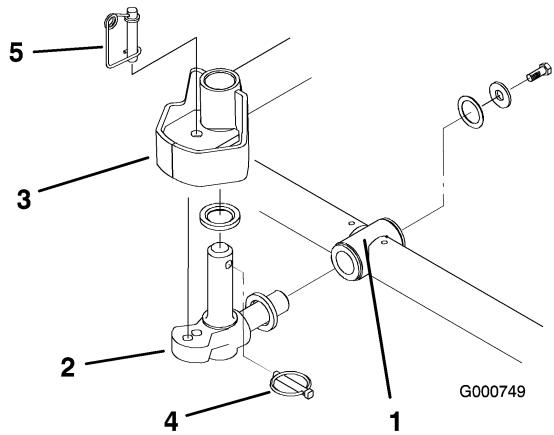

Figure 5
6. Montez une rondelle de butée sur l'axe horizontal du pivot comme illustré à la Figure 5.
7. Insérez l'axe horizontal du pivot dans le tube de montage du bâti porteur (Figure 5).
8. Fixez le pivot au bâti porteur avec une rondelle de butée, une rondelle plate et une vis à collerette (Figure 5).
9. Insérez une rondelle de butée sur l'axe vertical du pivot (Figure 5).
10. S'il a été déposé, insérez l'axe vertical du pivot dans le moyeu de pivot du bras de levage (Figure 5). Guidez le pivot en position, entre les deux amortisseurs de centrage en caoutchouc, dans le dessous de la plaque de direction du bras de levage.
11. Insérez la goupille à anneau dans le trou transversal de l'axe de pivot (Figure 5).
Remarque: Si une position de plateau de coupe fixe est requise, insérez la goupille de blocage de direction dans le trou de fixation du pivot (Figure 5).
14. Accrochez le ressort autour du bas de la goupille de blocage de direction (Figure 5).